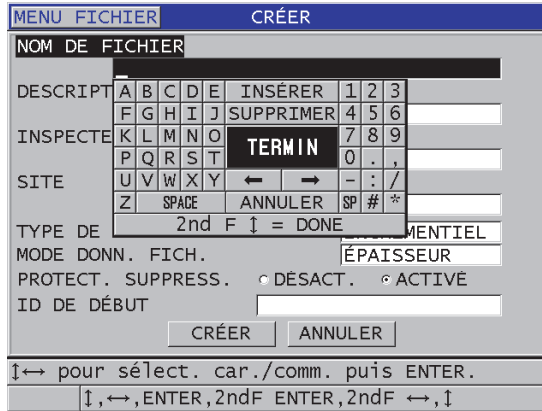

Figure 11-4 Écran **CRÉER** des fichiers de données de type incrémentiel
2. Dans l'écran **CRÉER** (Figure 11-4 à la page 197), faites ce qui suit :